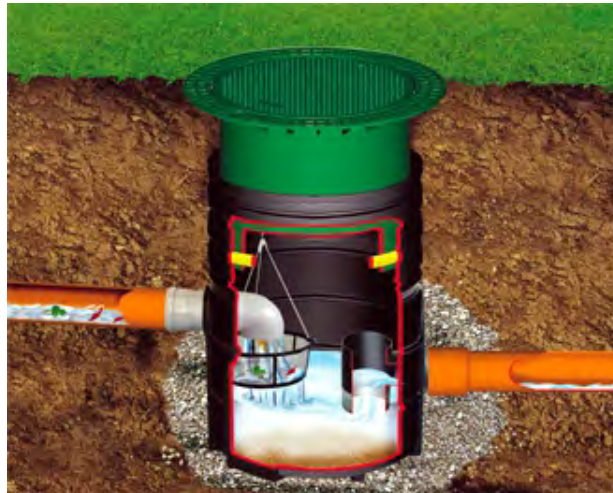

Рис. 10 - Дренажний оглядовий з'єднувальний колодязь
**З'єднувальні оглядові** (рис. 10) колодязі встановлюють в місцях з'єднання каналізаційних ліній.
**Дренажний колодязь /шахта/** (рис. 10) забезпечує трьох ступінчастий процес фільтрації. Ступені процесу фільтрації: